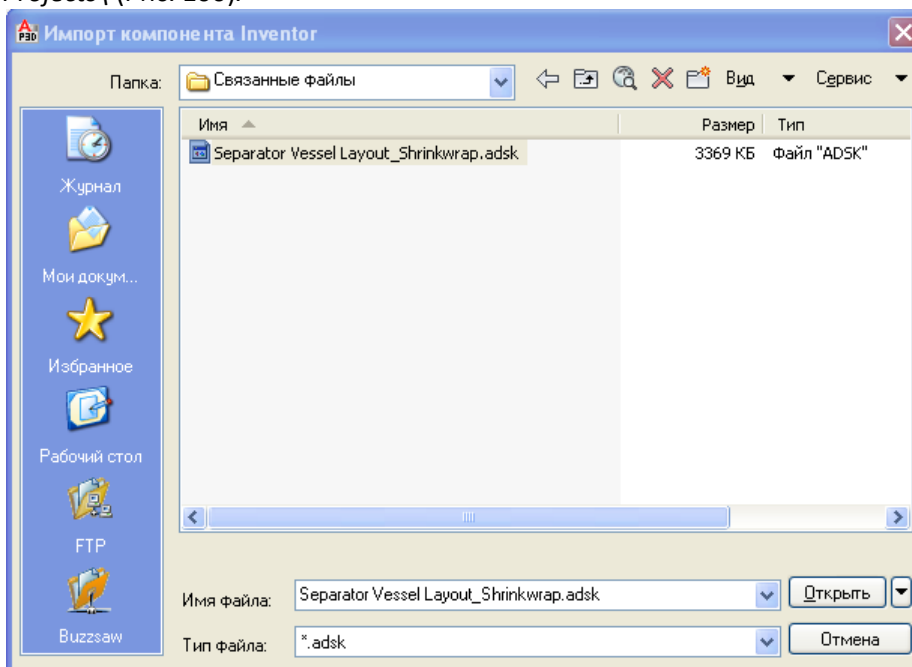

Рис. 100
- В открывшемся диалогом окне **Импорт компонента Inventor** выберите файл **Separator Vessel Layout_Shrinkwrap.adsk** из папки проекта **C:\AutoCAD Plant 3D Projects** (Рис. 100).